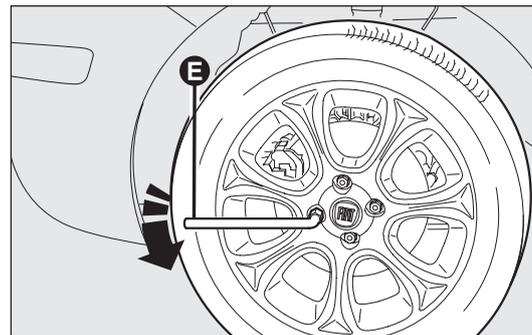

fig. 146
- desserrer d'environ un tour les boulons de fixation de la roue à remplacer en se servant de la clé fournie E-fig. 146 ; pour les voitures dotées de jantes en alliage, secouer la voiture pour faciliter le détachement de la jante du moyeu de roue ;